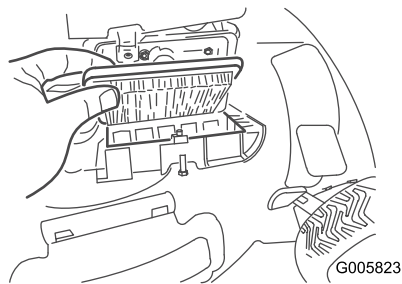

Figure 18
2. Remplacez le filtre à air (Figure 18).